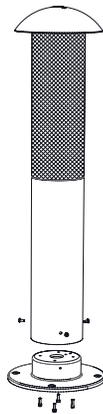

Figura 12
4. Inserta los tres tornillos mecanizados de cabeza esférica M5 x 12 mm en el lado de la caja tal como se muestra en la Figura 12.